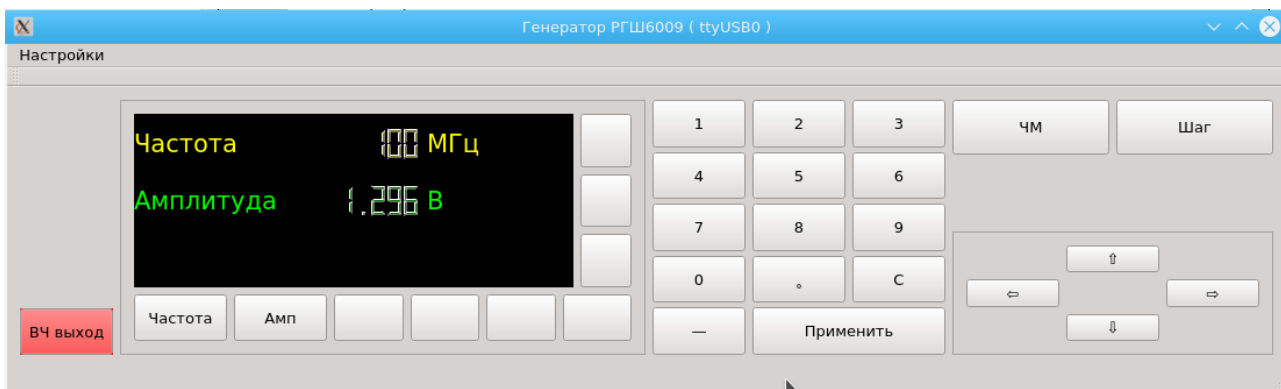

Рис. 2. Идентификация генератора.
1. Режим гармонического колебания. Установлен по умолчанию, включается при отжати кнопок «ЧМ» и «Шаг» (Рис. 2). Имеет два параметра частота и амплитуда.